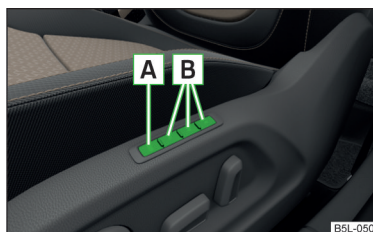

Fig. 59
La función Memory para el asiento del conductor ofrece la posibilidad de memorizar la posición del asiento del conductor y de los espejos retrovisores exteriores. Puede asignarse una posición de ajuste a cada una de las tres teclas de memoria **B** » fig. 59.
- Pulse la tecla **SET** **A** » fig. 59.
- Pulse la tecla de memoria deseada **B** » fig. 59.
- Pulse la tecla de memoria deseada **B** » fig. 59 durante un lapso prolongado.
- Pulse y mantenga pulsada una tecla cualquiera de la memoria **B** » fig. 59 de la página 81. Una vez de que el asiento haya adoptado la posición guardada en la tecla correspondiente, pulse simultáneamente la tecla **Ⓜ** de la llave con el mando a distancia en el lapso de los 10 segundos siguientes.
- Pulse la tecla **(SET) A** » fig. 59 de la página 81 y manténgala pulsada. Pulse simultáneamente la tecla **Ⓜ** en la llave con mando a distancia en un lapso de 10 segundos.